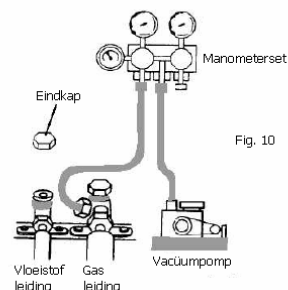

Fig. 10
9. Laat de druk af en vacumeer, tot de benodigde druk. (zie Fig.10)